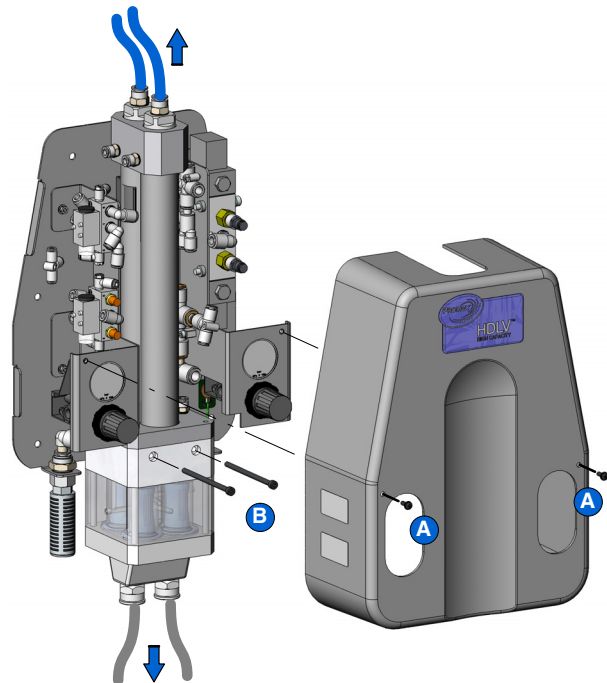
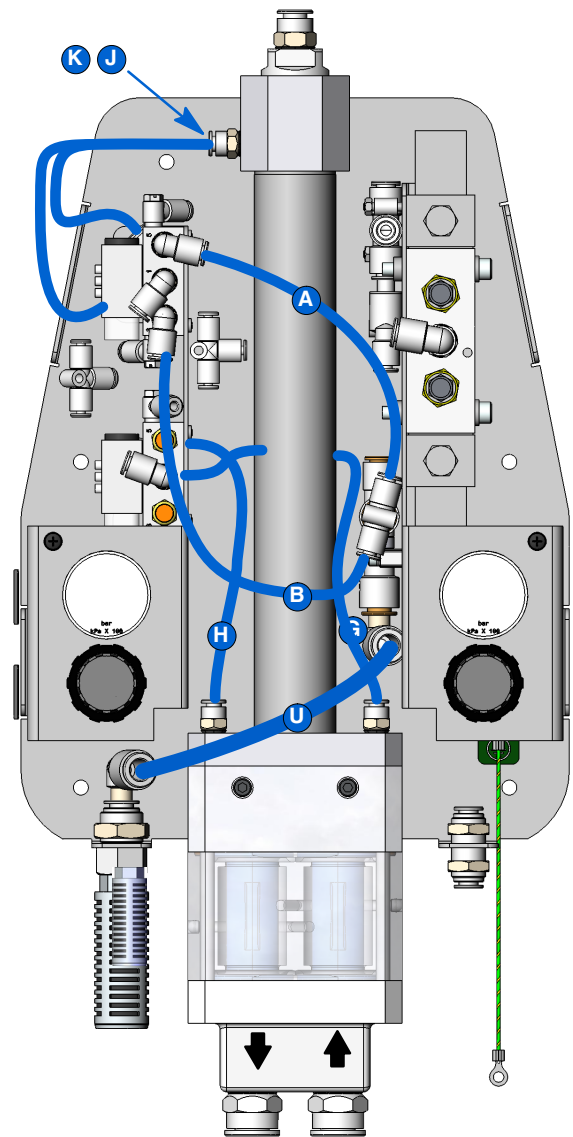

Bild 9 Demontering av pumpdel
Bild 10 Demontering av luftslangar
1. Se bild 9. Koppla loss slangarna för spolningsluft från pumpens ovansida.
3. Skruva ur de två skruvarna (A) och tag av pumpkåpan.
4. Se bild 10. Koppla loss ena änden på var och en av de sju luftslangarna som visas i bilden.
**ANMÄRKNING:** Bokstäverna i bild 10 motsvarar de bokstäver som används i *Slanganslutningsschemat* på sidan 20.
5. Se bild 9. Tag av de två skruvarna (B) som fäster pumpdelen på grundenheten. Flytta pumpdelen till en ren arbetsyta.